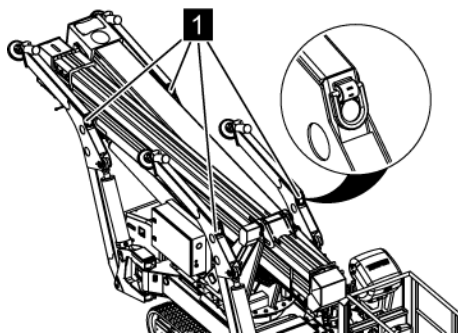

Abb. 36: Anschlagpunkte Kran
3. → Kranhaken, Gurte oder Ketten an allen vier Lastböcken (Abb. 36/1) anschlagen.